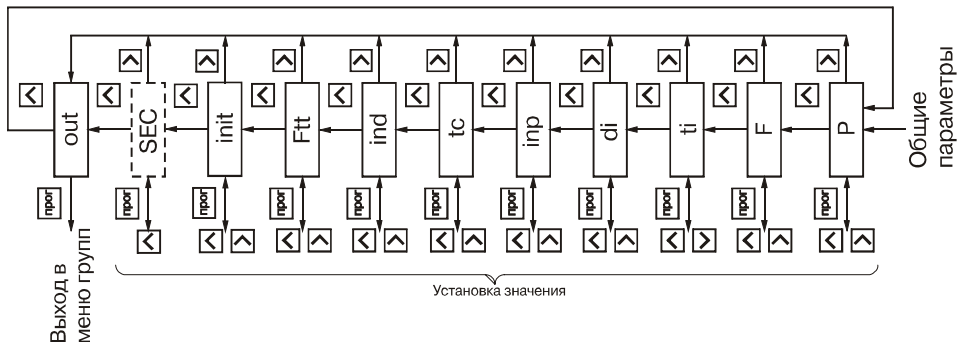

Рис. 25
6.1.8. Группа "**GrouP\_C**" (рис.25) содержит параметры, **inP** и **tc**, определяющие режим работы входного коммутатора коэффициенты предделителя **P** и умножителя **F**, время измерения **ti** и начальное смещение **di** для расходомера, а также режимы работы счетчика времени **Ftt**, индикации **ind** и сброса счетчика импульсов при подаче питания на прибор **init**.